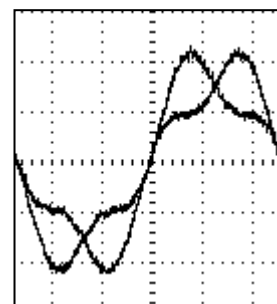

Abbildung 18:
- Entspricht die gemessene Kurvenform nicht der Abbildung 18 (Phasenverschiebung um 90°), kann diese mit der Phaseeinstellung des MPX-1g korrigiert werden.